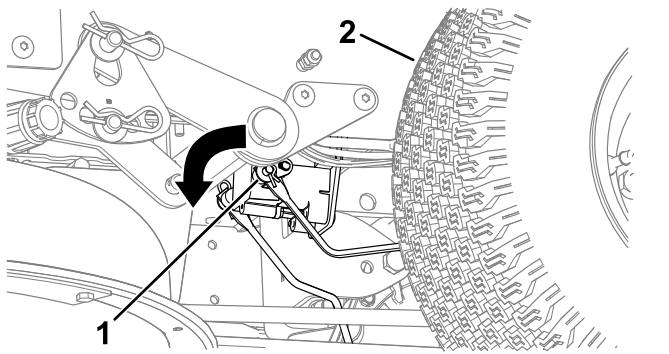

Figura 49
3. Localice el eje del freno eléctrico al que están conectados los brazos de enganche de los frenos (Figura 49).